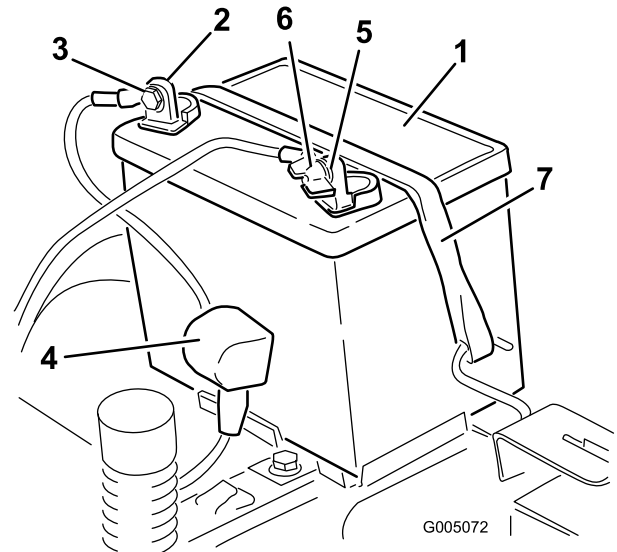

Figura 37
4. Desconecte el cable negativo de tierra (negro) del borne de la batería (Figura 37). Guarde todos los herrajes.
5. Deslice hacia arriba la cubierta de goma del cable positivo (rojo). Desconecte el cable positivo (rojo) del borne de la batería (Figura 37). Guarde todos los herrajes.
6. Retire la correa de sujeción de la batería (Figura 37) y levante la batería para retirarla de su bandeja.
1. Coloque la batería en la bandeja (Figura 37).
5. Fije la batería con la correa de sujeción (Figura 37).